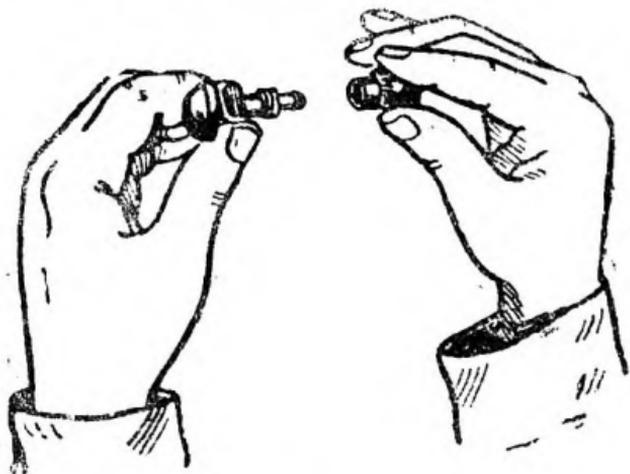

Рис. 1
2. Отвинтить предохранительный колпачок дистанционной трубки (рис. 1).